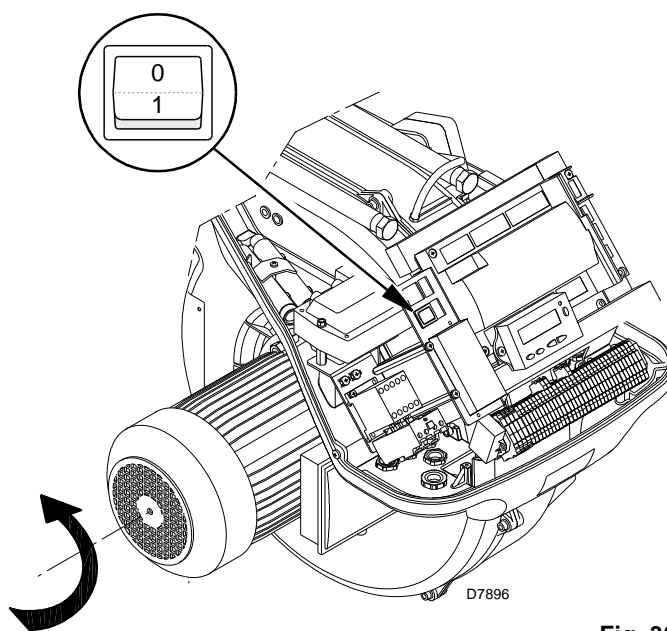

Fig. 30
Chiudere i termostati/pressostati e mettere l'interruttore di Fig. 30 in posizione "1".
Appena il bruciatore si avvia posizionarsi quindi di fronte alla ventola di raffreddamento del motore ventilatore e verificare che questa ruoti in senso antiorario. Vedi Fig. 30.
- mettere l'interruttore di Fig. 30 in posizione "0" ed attendere che l'apparecchiatura esegua la fase di spegnimento;
Il bruciatore è nello stato di attesa richiesta calore o il selettore "0-1" (Fig. 30 a pag. 34) è sulla posizione "0".